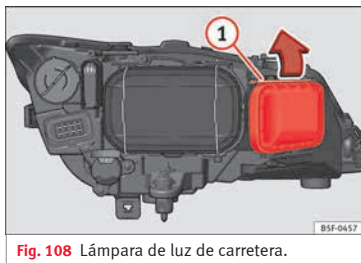

Fig. 108 Lámpara de luz de carretera.
- Desplace el tirante » fig. 108 ① en el sentido de la flecha y saque la tapa.